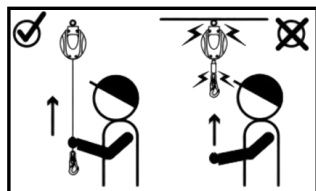

Fig. 2
- Tire de la correa de seguridad continuamente. Debe ir suave. Tire rápidamente dos o tres veces y verifique si está acoplada sin deslizamiento. Si la cincha no se retrae completamente de vuelta a la carcasa después del servicio, no la suelte. De lo contrario, la cincha se retraerá a alta velocidad, lo que puede dañar las partes internas del equipo. (ver Fig.2)